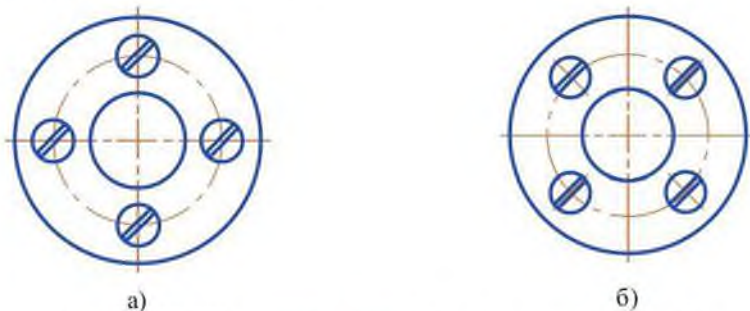

Рисунок 11.1 Исходное расположение четырех винтов (а) и результат операции *Поворот* на 45° (б)
1) Поворот предварительно выделенных объектов на заданный угол выполняется командой *Поворот*  на панели инструментов *Редактирование*  (рисунок 11.1 а, б).